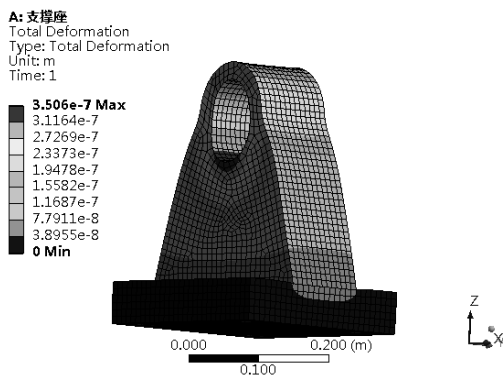
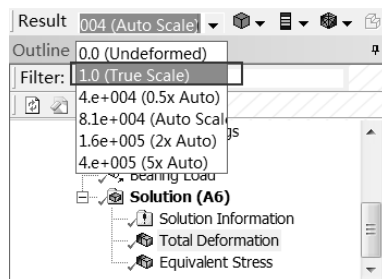
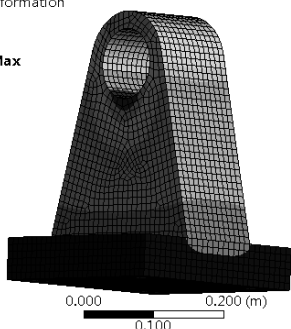

图 5-156 大比例变形结果
图 5-157 选择显示比例
图 5-158 真实比例变形结果
Step4：在 Outline 栏 Solution (A6) 中的 Total Deformation 项上单击，显示变形结果，如图 5-156 所示。读者可以发现虽然变形量只有 6.3777×10^{-5} Max，但显示的模型形变量很大。这里可以更改显示结果。在 Result 项中选择 1.0 (True Scale) 选项，如图 5-157 所示。这时可以发现变形图成为真实比例，如图 5-158 所示。